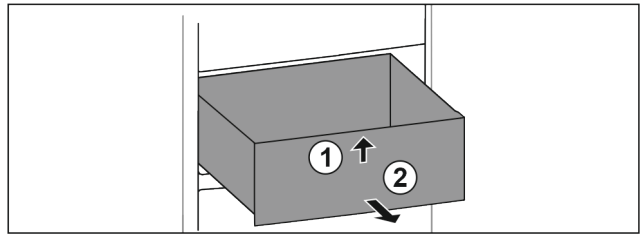

Fig. 99
- ▶ Підняти висувний ящик спереду. Fig. 99 (1)
- ▶ Вийняти висувний ящик рухом вперед. Fig. 99 (2)